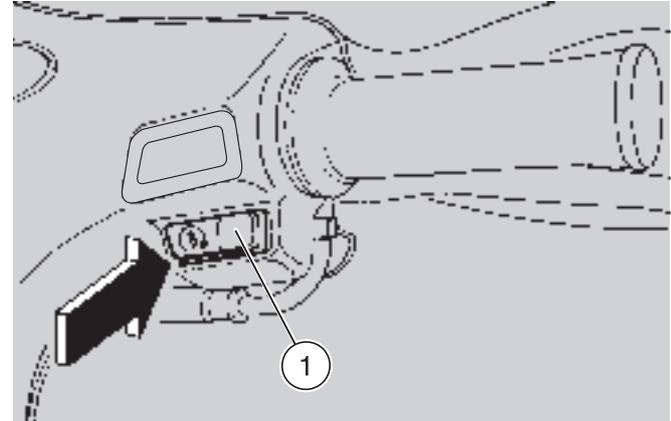

Abb. 21
- ◆ Startknopf (1-Abb. 21) "⊗" betätigen, ohne Gas zu geben, und sobald der Motor anspringt, loslassen.